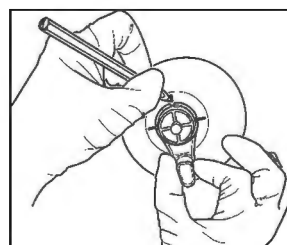

Figure 4
6. Comme indiqué dans la figure 4, le sablier de l'ELD étant centré sur le site d'injection de l'expandeur tissulaire, faites une marque avec un stylo à encre dans chacune des quatre encoches situées sur le périmètre antérieur du support de l'ELD.